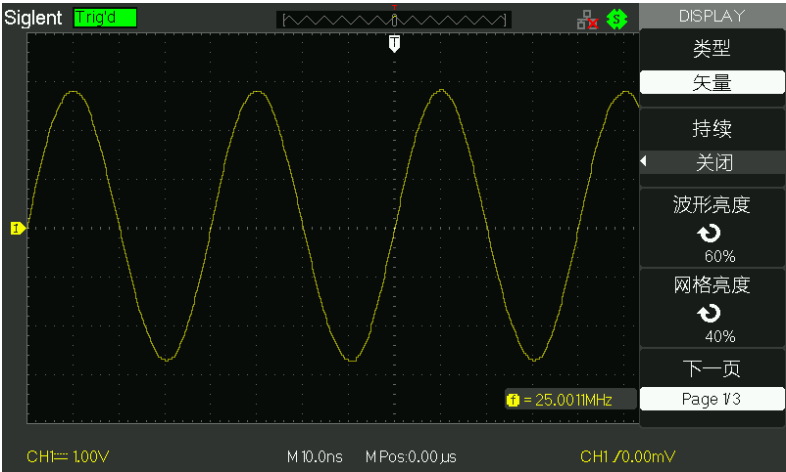

图 2-39 显示系统功能菜单 1
2. 按【持续】选项按钮，选择【关闭】、【1 秒】、【2 秒】、【5 秒】或【无限】。利用此选项可以观察一些特殊波形。如图 2-39 所示